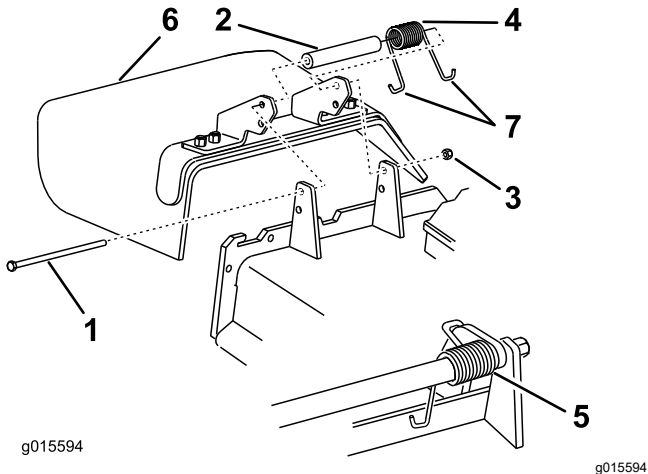

Figura 5
1. Retire la contratuerca, el perno, el muelle y el espaciador que sujetan el deflector a los soportes de pivote (Figura 5).
2. Retire el deflector de hierba (Figura 5).